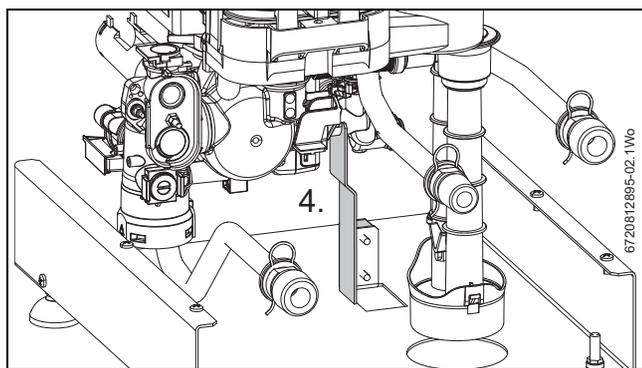

Fig. 3 Support de la pompe
- ▶ S'assurer que le bloc hydraulique repose sur le support de la pompe, voir fig. 3.